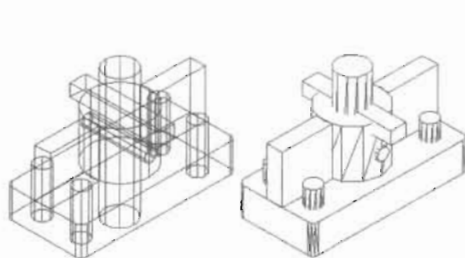

图 14-64
(1) 根据原始文件路径打开图形, 模型线框效果和消隐效果如图 14-64 所示。